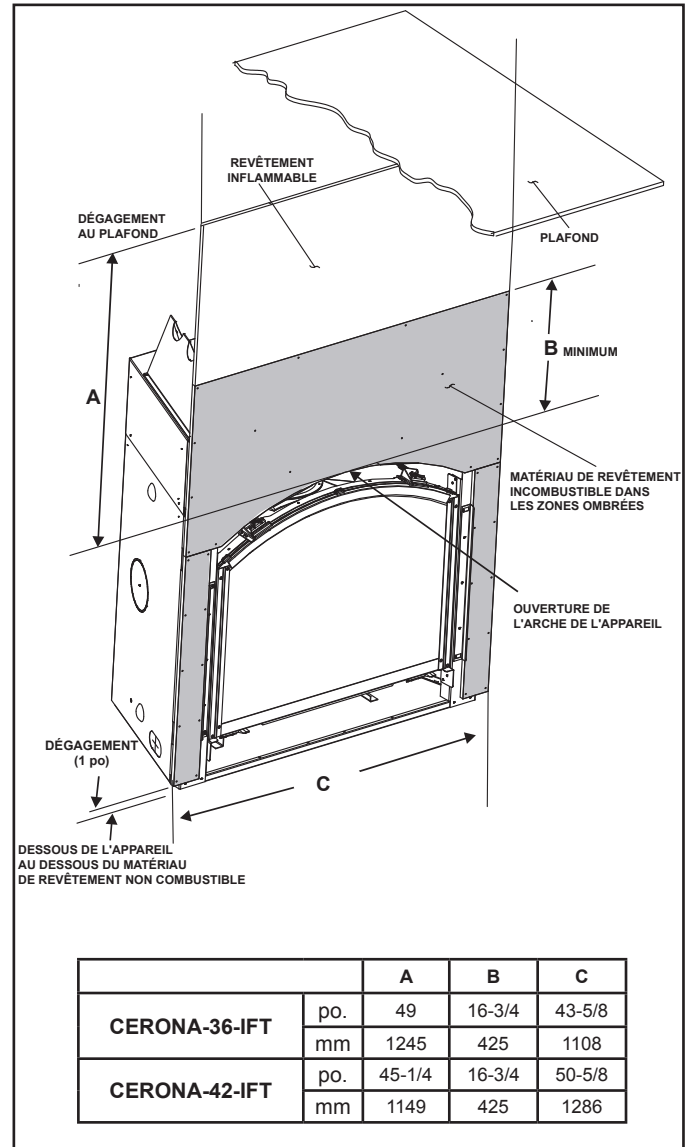

Figure 10.1
- Scellez les espaces entre le mur fini et les faces du dessus et des côtés de l'appareil en utilisant un produit d'étanchéité prévu pour une température de 150 °C (300 °F) minimum. Se référer à la figure 10.1.